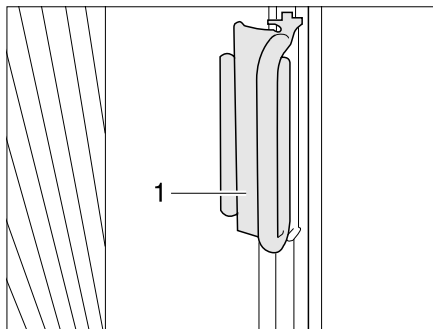

Fig. 85 Poignée du dispositif occultant plissé pour le pare-brise
- Saisir les dispositifs occultants plissés des deux côtés du pare-brise par les poignées (Fig. 85,2) et les tirer prudemment vers le milieu du pare-brise, jusqu'à ce que la fermeture magnétique maintienne le dispositif occultant fermé.